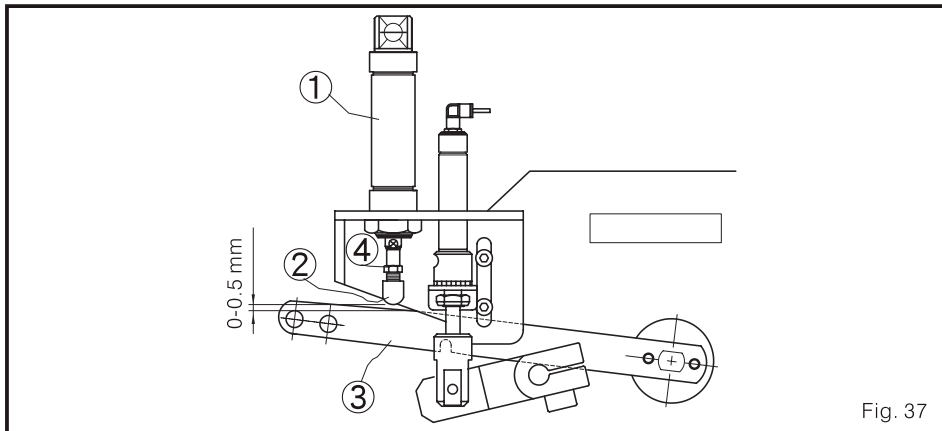

Fig. 37
1. Quando o bloco 2 do eixo principal 1 do cilindro esteja no ponto morto superior, a distância entre o bloco 2 e a barra conector de lâmina 3 é de 0-0.5 mm. (Fig. 37)